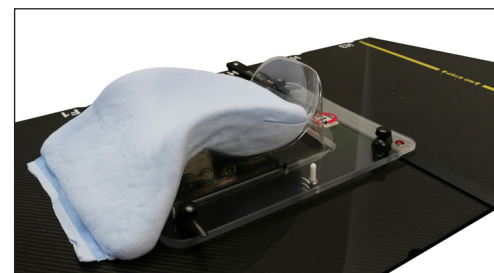

Fig. 2
3. Utilizzare un cuscino MOLDCARE (se lo si desidera) in combinazione con un supporto per la testa Silverman per ottenere il massimo livello di comfort e ripetibilità (Fig. 2). (Per le istruzioni di modellazione, vedere la confezione di MOLDCARE)